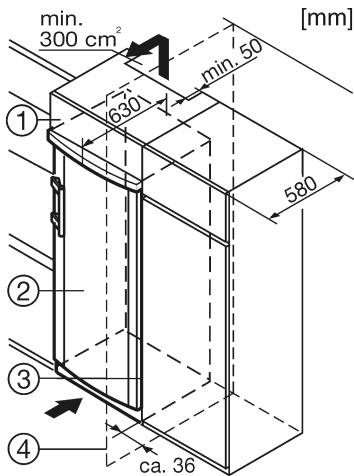

Fig. 7
- (1) Overskab
- (2) Apparat
- (3) Køkkenskab
- (4) Væg
Køkkenindretningen kan anbringes omkring apparatet. For at tilpasse apparatet *Fig. 7 (2)* til køkkenhøjden, kan der anbringes et passende overskab *Fig. 7 (1)* oven på apparatet.
Ved integration med normerede køkkenskabe (dybde maks. 580 mm) kan apparatet stilles op direkte ved siden af køkkenskabet *Fig. 7 (3)*. Apparatets dør rager i siden 34 mm og i apparatets midte 50 mm frem i forhold til køkkenskabfronten. Således kan den åbnes og lukkes uden vanskeligheder.
Hvis apparatet opstilles med hængslerne ved siden af en væg *Fig. 7 (4)*, skal afstanden mellem apparatet og væggen være mindst 36 mm. Dette svarer til håndtagets udhæng ved åbnet dør.